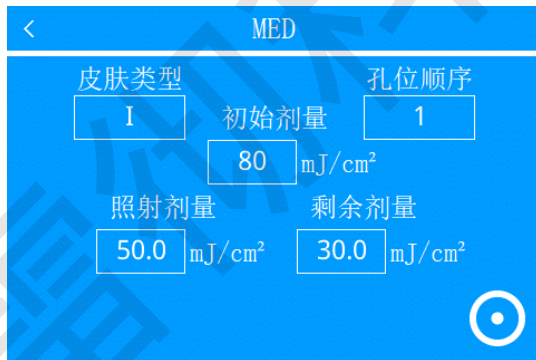

图 4-9 MED 测试界面
7、点击“准备”按钮，短按手柄上的系统按钮，本仪器开始工作，其过程如图 4-9 所示，直至该档测试剂量输出完成。